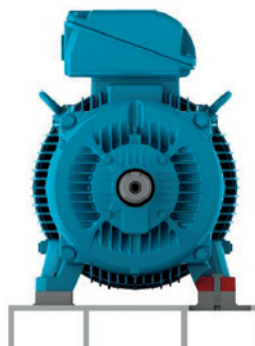

Figura 33 - Motor instalado sobre base metálica
- Bases metálicas: mais comuns para motores de pequeno porte (ver Figura 33).